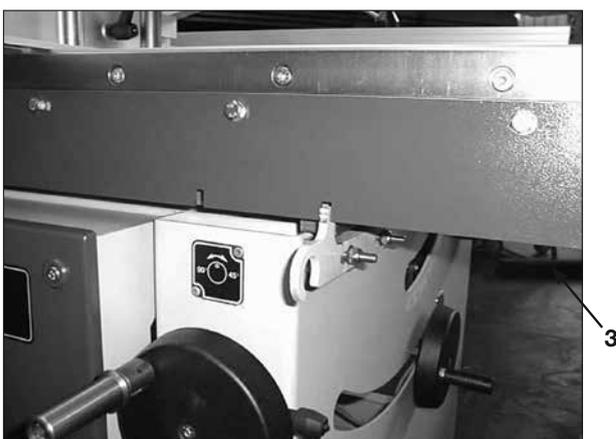

Abb.15
# Bedienung des E-300 Besäümtisches (Abb.15)
(Abb.15 bis)
Einfach den Bolzen (1) (Abb.15,1) ziehen und in der Baumschlitz (3) an der Seite des Schiebetisches einrasten.
Abb.15 bis